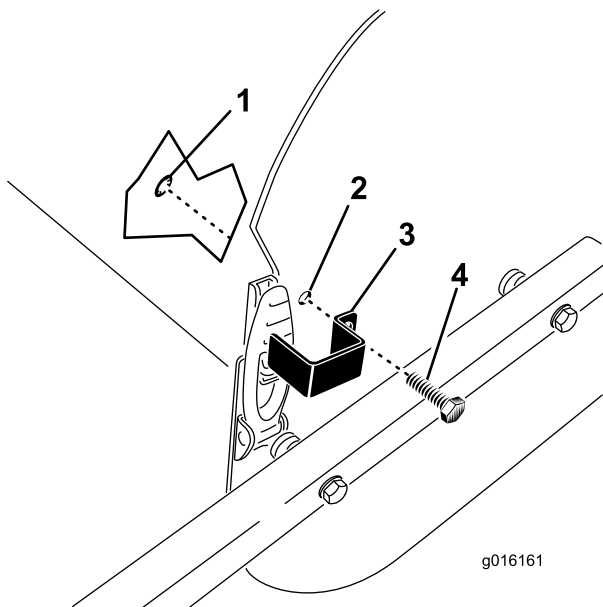

Figura 35
1. Posicione a placa do trinco sobre o trinco do capot alinhando o furo de montagem com o furo da placa lateral (Figura 35).
2. Prenda a placa do trinco à placa lateral com um parafuso de cabeça hexagonal e um anel de retenção (Figura 35).